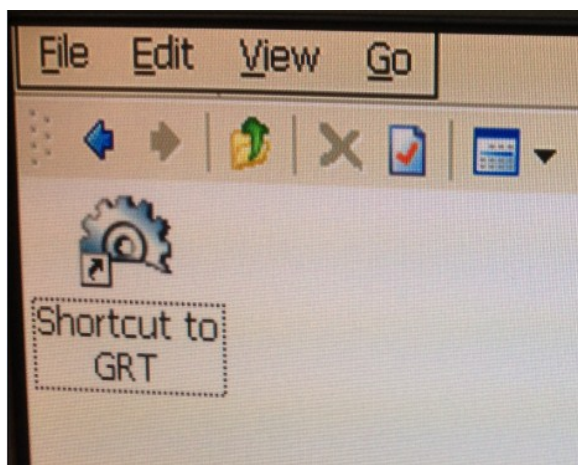

图 2-1 GRT 快捷方式
2. 进入 GUS 控制器的路径 ‘\Hard Disk\Startup’ 文件夹，在空白处点击鼠标右键，选择‘Paste Shortcut’，即在 Startup 文件夹中生成一个应用程序的快捷方式，如图 2-1：